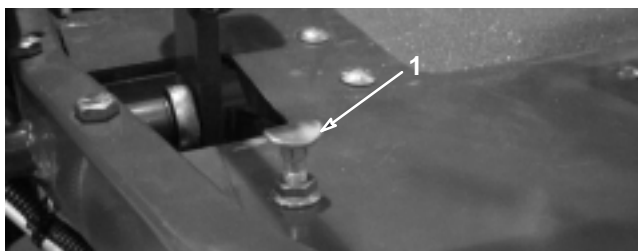

Figure 51
Pour obtenir la vitesse de transport maximale, placez le sélecteur de fonction en position de transport et appuyez sur la pédale de déplacement. Si la pédale touche la butée (Fig. 51) avant que la tension soit ressentie sur le câble, un réglage est requis.
1. Placez le sélecteur de fonction à la position de transport et desserrez le contre-écrou de fixation de la butée de pédale au plancher (Fig. 51).